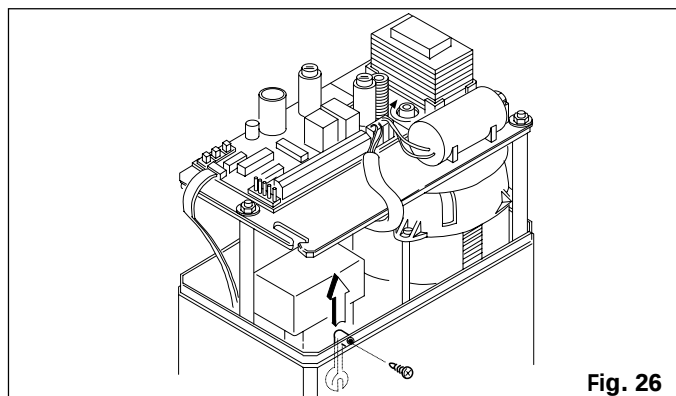

Fig. 26
- (5) Togliere la linguetta di sicurezza come indicato in fig. 26 e conservarla per eventuali manutenzioni.
- (6) Portare il cancello nella posizione di fine corsa di apertura lasciando qualche centimetro dall'arresto meccanico di apertura.